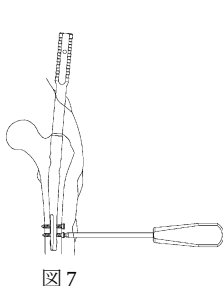

図 7
- 6) 六角 3.5 ドライバーにて、ディスタルスクリューを抜去します。(図 7)